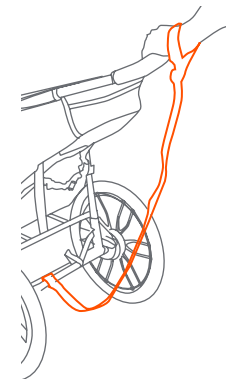

Fig. 19b
- CORREA DE SEGURIDAD PARA LA MUÑECA:** Siempre conecte la correa de seguridad a cualquiera de las muñecas al trotar. Esta correa evitará que el carrito ruede fuera de su alcance en caso de que usted se tropiece mientras corre (Fig. 19b).